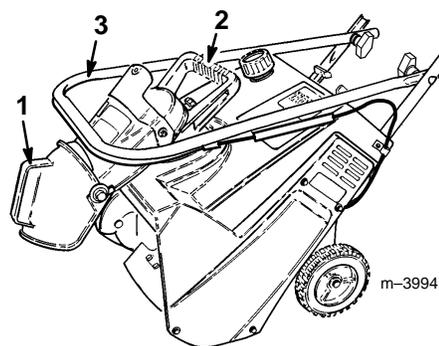

Abbildung 9
2. Den Auswurfkanal nach unten klappen und den Sicherungsmutter und Unterlegscheibe fest an der Schraube an der Rückseite des Auswurfkanalgriffs anbringen (Abb. 9).
3. Die Knöpfe am Griffbügel lösen und den Griffbügel über das Gerät herunterklappen. Dabei darauf achten, daß das Steuerkabel nicht geknickt wird (Abb. 9).